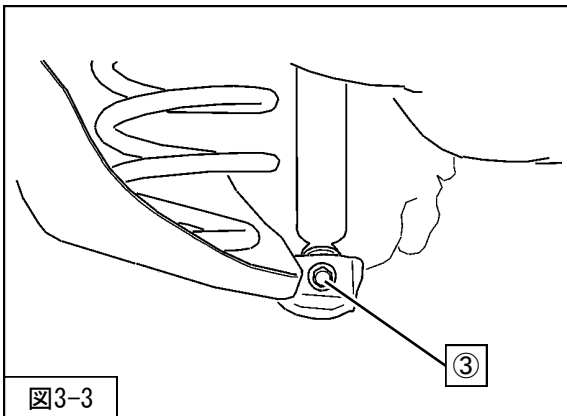

図3-3
を車両から取外してください。(図3-3)
5. ③リアショックアブソーバASSYロア取付ボルトを取外してください。(図3-3)